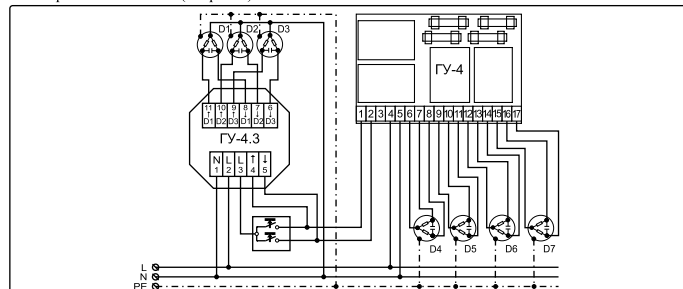

Рисунок 3. Схема совместного подключения ГУ-4.3 и ГУ-4
- Подключить клемму 1 ГУ-4 и клемму 4 ГУ-4.3 к контакту выключателя, отвечающему за направление «ВВЕРХ» (см. рис. 3).
- Подключить клемму 2 ГУ-4 и клемму 5 ГУ-4.3 к контакту выключателя, отвечающему за направление «ВНИЗ» (см. рис. 3).